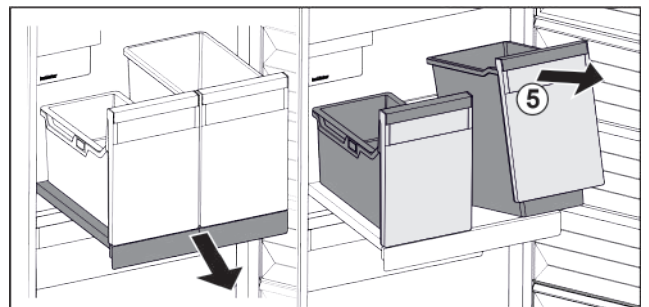

Fig. 23
- ▶ Підняти резервуар Fig. 23 (5) спереду.